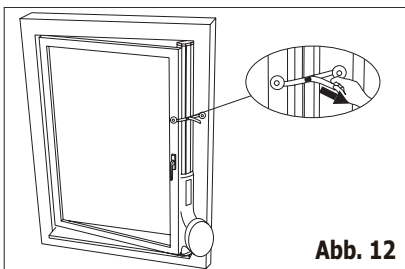

Abb. 12
- Drücken Sie den Verriegelungshebel nach hinten, um die Länge der ausziehbaren Fensterleiste zu fixieren. Schließen Sie dann das Fenster und klemmen Sie dabei das Fenster-Set zwischen dem Fenster und dem Rahmen ein, um das Fenster-Set festzumachen. Ziehen Sie die Schutzfolie auf der Rückseite der Verankerungslasche ab, bringen Sie sie auf dem Fensterrahmen an und befestigen Sie das Band (Abb. 12).